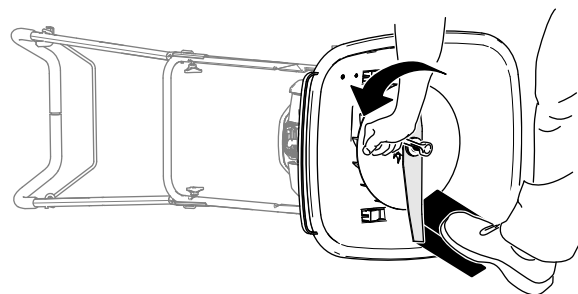

Figure 27
4. Immobilisez la lame avec un morceau de bois (Figure 27).
5. Déposez la lame à l'aide de la clé fournie avec la machine en tournant le boulon dans le sens antihoraire (Figure 27).